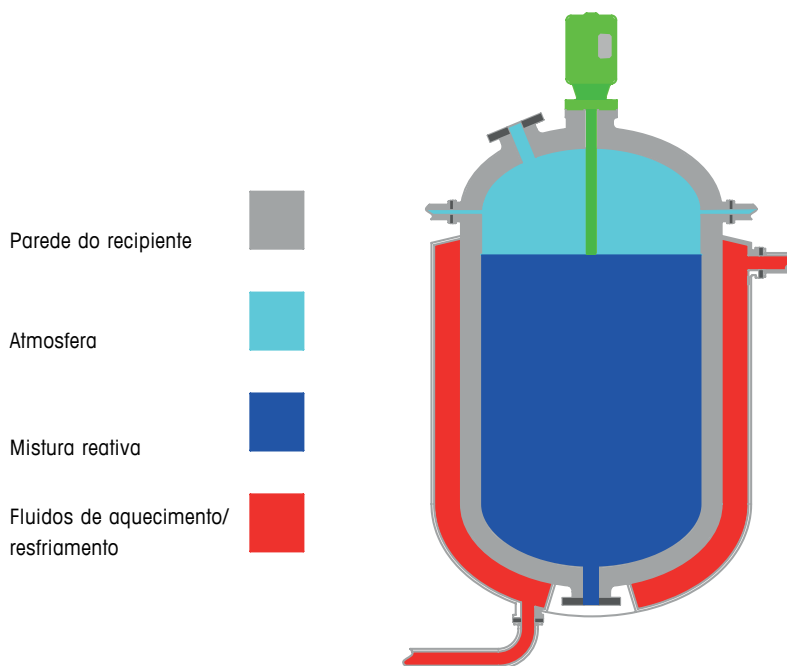

Figura 30: Seção cruzada de um reator de batelada típico
Consulte a Figura 30, que apresenta uma seção cruzada de um reator de batelada típico. Há vários fatores que contribuem para o peso morto de um reator, algo indesejável de uma perspectiva de precisão. Aqui está uma breve descrição desses fatores.
3. A maioria dos reatores terá uma bobina ou camisa de aquecimento/resfriamento (como ilustra a Figura 30). Seu peso e, às vezes mais significativamente, o peso do fluido que contém, contribui para o peso morto. Esse reator normalmente terá o isolamento protegido por uma camada externa de aço inoxidável, novamente contribuindo para o peso morto.